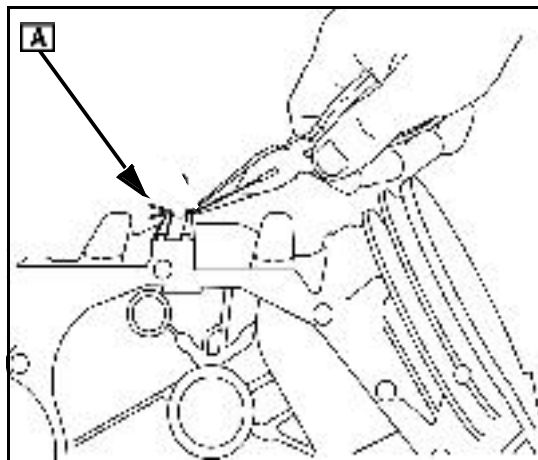

Fig. 23
5. Remove spring clip ([A] Fig. 23).